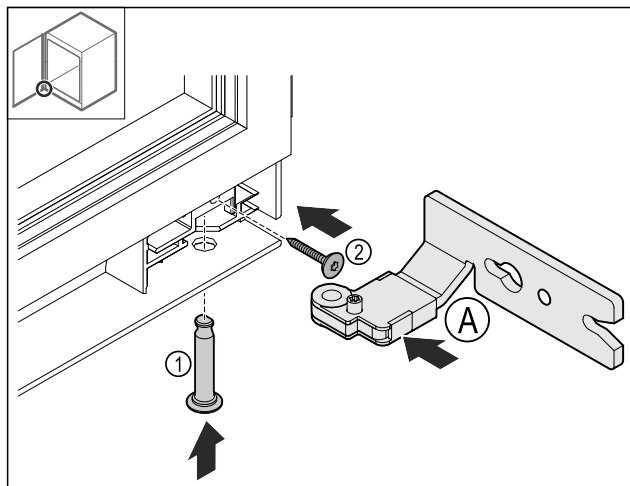

Fig. 29
- Vendosni menteshën e poshtme Fig. 29 (A).
- Futini bulonat Fig. 29 (1) dhe shtrëngojini.
- Mbërtheni vidën Fig. 29 (2).